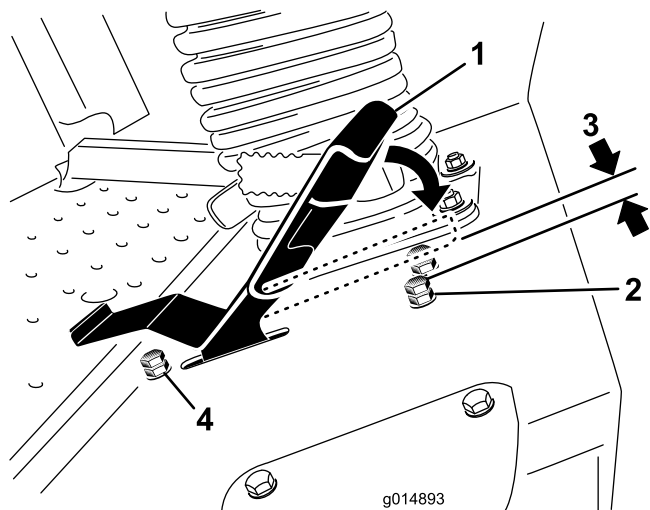

Bild 51
- Lösen Sie für das Fahrpedal die Klemmmutter an der Anschlagsschraube (Bild 51).